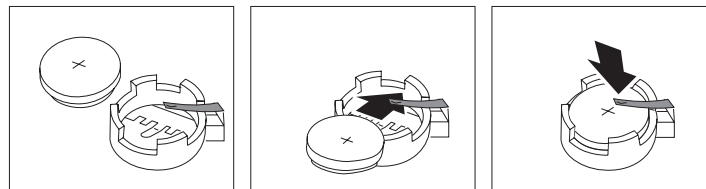

図 118. SAN ボリューム・コントローラー 2145-4F2 システム・ボード CMOS バッテリーの交換
2. 図 118 に示すように、バッテリー・クリップの下にスライドさせるときに、バッテリーを下に押し、ソケットに入れます。